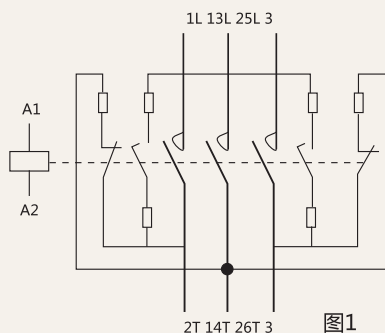

图1
- 接触器接线:主电路导线其载流量应不小于1.3In,接线端子与导线的连接应有足够的压力,拧紧螺钉的工具要按螺钉的直径选用,盒式接线端子可以直接将多股导线置入压紧。接线原理图见图1。